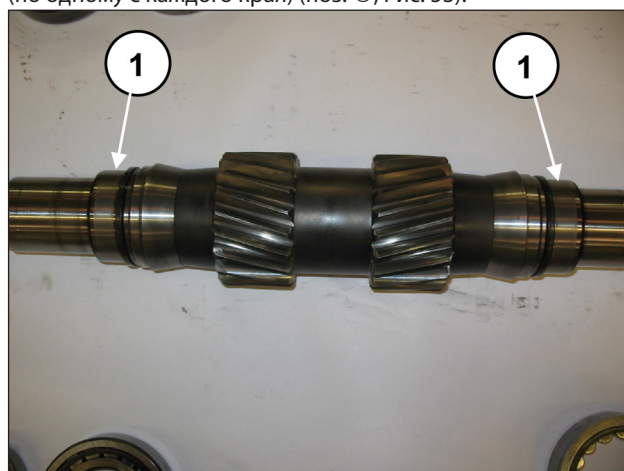

Рис. 53
Предварительно соберите вал ВМ: наденьте на вал ВМ 2 внутренних кольца подшипников (по одному с каждого края) (поз. ①, Рис. 53).